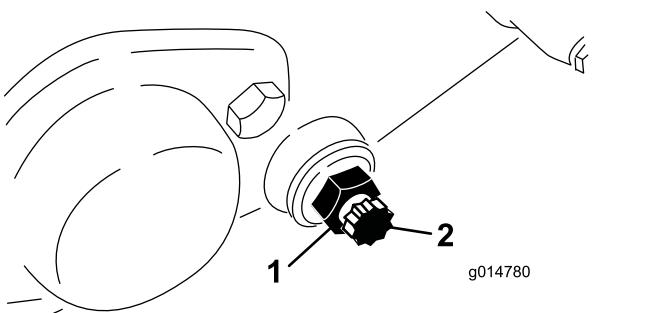

図 57
- ベッドバーボルト 図 57を固定しているジャムナット機体両側をゆるめる。
- 各ベッドバーボルトを抜いてベッドバーを下に引き抜いて外す。ベッドバーの両端にナイロンワッシャとスチールワッシャが枚ずつあるので注意する 図 57。